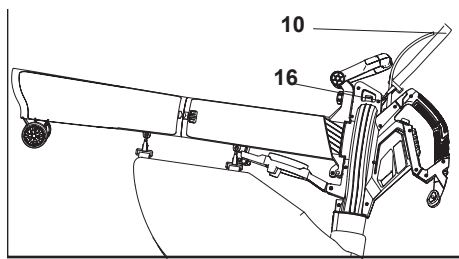
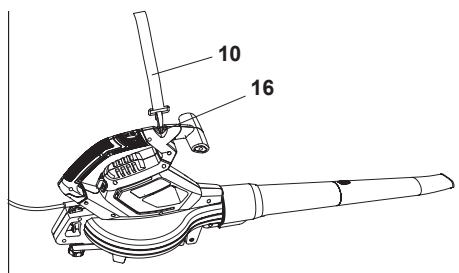

Fig. 8
Fig. 9
3. Coloque o clip de fixação (10a) no orifício de suspensão (7) quando estiver montado para aspirar (Fig. 8); Coloque o clip de fixação (14a) no orifício de suspensão (11a) quando estiver montado para soprar (Fig. 9).